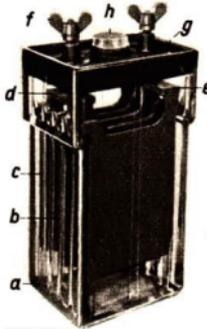

Abb. 268
**4. Der Akkumulator.** Welche Erfahrung kann man mit einer Taschenlampenbatterie machen, wenn sie längere Zeit im Gebrauch war? Es gibt Batterien, die man beim Nachlassen der Spannung wieder durch elektrischen Strom laden kann. Sie speichern die vom elektrischen Strom verrichtete Arbeit auf und heißen *Sammler* oder *Akkumulatoren*1) (Abb. 268).